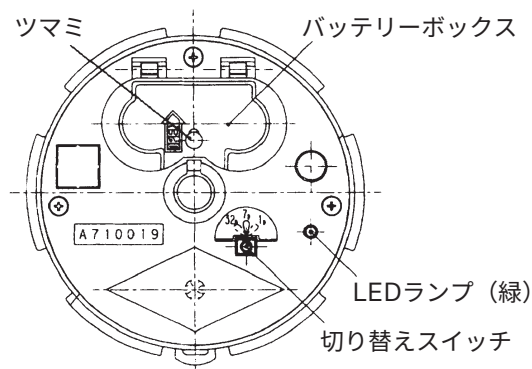

図 1. 円筒時計上部
- ・ 円筒上部のLEDランプ（緑）は、DC2.2V±10%以下で消灯します。（常温、常湿の場合）〈図1〉